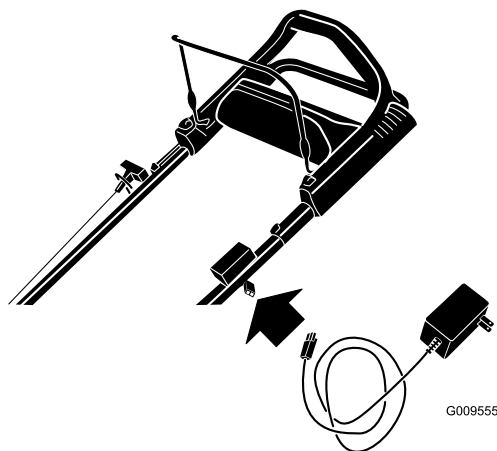

Рисунок 26
- Подсоедините зарядное устройство к жгуту проводки газонокосилки, расположенному под ключом зажигания (Рисунок 26).